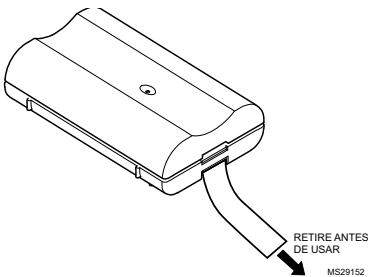

Fig. 6. Retiro de la lengüeta de la batería.
1. Retire la lengüeta de la batería antes de comenzar la instalación. Consulte la Fig. 6.
1. Retire la lengüeta de la batería del sensor de puerta o ventana corrediza. Consulte la Fig. 6 en la página 5.